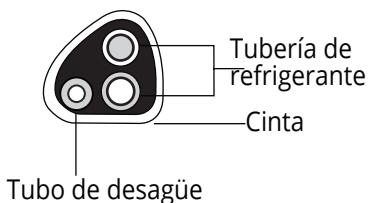

Fig. 5.7
3. Ahora, deberá unir con cinta adhesiva la tubería de refrigerante y el tubo de desagüe en un manajo, usando cinta aislante, asegurándose de que el tubo de desagüe esté en la parte inferior. NO pegue con cinta adhesiva los extremos de las tuberías (conectores). Consulte la Fig. 5.7 y la imagen a continuación para ver la orientación correcta de la tubería al encintar.